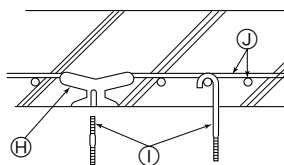

Fig. 2-5
#### ② Structures en béton armé (Fig. 2-5)